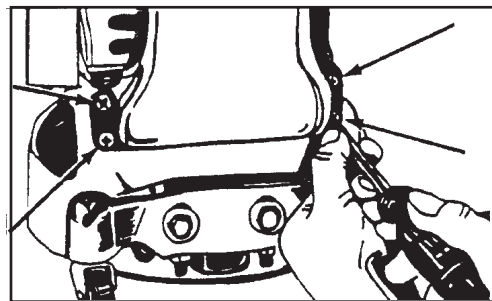

Figure 8
1. Enlevez les quatre vis qui retiennent le tuyau d'échappement sur le boîtier (voir la figure 8).